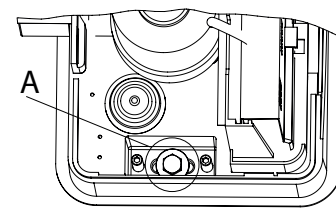

Fig. 6B
- Posizionare il motoriduttore rispettando le misure indicate nella Fig. 3. Appoggiare il motoriduttore sulla piastra in modo che esso sia in posizione di lavoro, inserire le rondelle nelle viti di fissaggio M8x50 (rif. A Fig. 6B) e avvitarle effettuando solo qualche giro di filetto senza serrare.